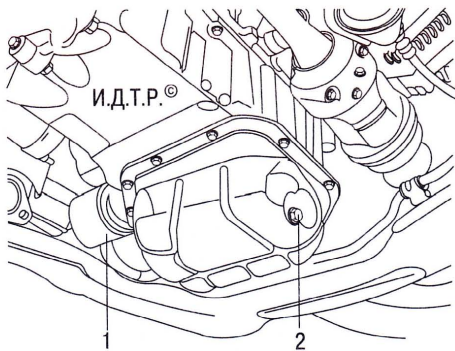

Рис. 12.7. Пробка сливного отверстия и масляный фильтр: 1 – масляный фильтр; 2 – пробка сливного отверстия
2. Очистите металлической щеткой, а затем тряпкой пробку 2 (рис. 12.7) сливного отверстия на масляном картере двигателя.